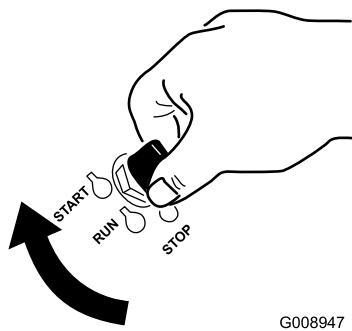

Figura 13
1. Gire la llave de contacto a la posición de Arranque (Figura 13). Cuando el motor arranque, suelte la llave.
7. Gire la llave de contacto a la posición de Arranque (Figura 13). Cuando el motor arranque, suelte la llave.